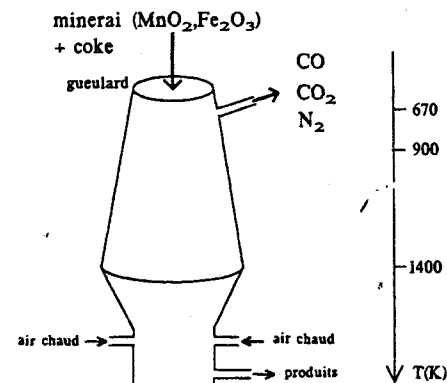

Figure 1. : Haut-fourneau à ferromanganèse
- l'air chaud insufflé en continu à la base, s'élève et il s'échappe du gueulard un mélange de CO , CO_2 et N_2 (comme le montre la figure 1).